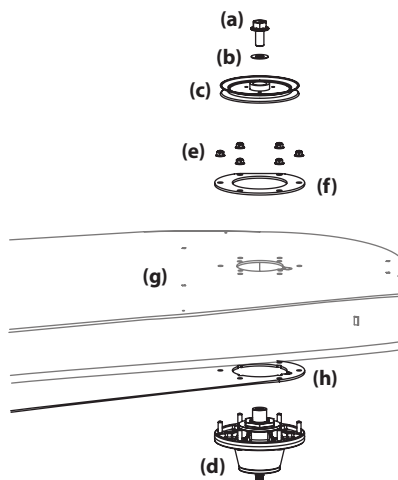

Figure 4-23
6. Retirez le boulon (a) et la rondelle plate (b) qui retiennent la poulie (c) au boîtier des fusées (d) aux deux extrémités du plateau de coupe. Voir Figure 4-23.
7. Enlevez les six (6) écrous autobloquants à bride (e) qui fixent la plaque de support (f) et la fusée (d) au boîtier du plateau (g). Voir Figure 4-23.
10. Pour installer une fusée neuve, répétez les étapes ci-dessus dans l'ordre inverse et placez la quincaillerie selon l'ordre indiqué à la Figure 4-23. Serrez les boulons hexagonaux à un couple de 250 pi-lb et les écrous autobloquants à bride à un couple de 21 pi-lb à 32 pi-lb.